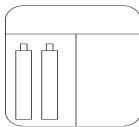
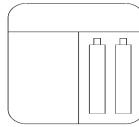

Fig 1
Fig 2
- Legen Sie die zu ladenden Rundzellen-Akkus paarweise (siehe Fig.1 und Fig.2) in das Ladegerät ein.